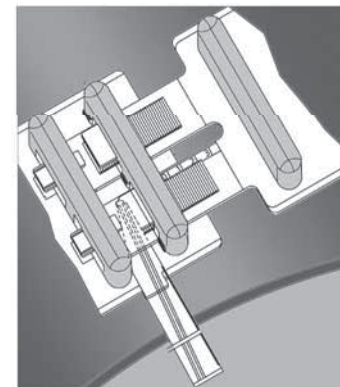

Fig. 6
6. Staccare i cunei dai moduli e appoggiarli nella zona predisposta su ciascun modulo contrassegnata con una freccia, impegnando il cuneo con la punta e le rigature rivolte verso l'alto (**vedi Fig. 6**).
Remove the grip wedges from the module and place the same wedges on each module in the area marked by an arrow; the direction of the wedge top and of the slots have to be according to the same arrow direction (see Fig. 6).